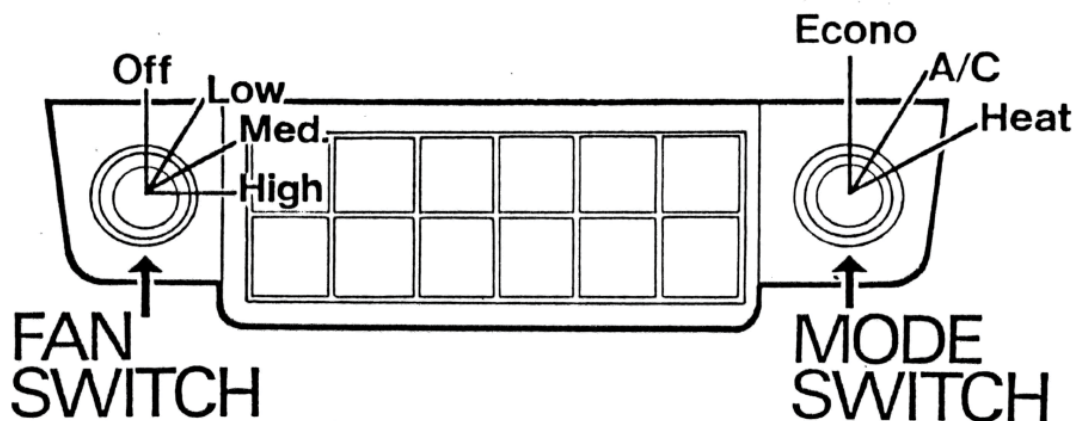

FIGURE 4
- THE SWITCH ON THE LEFT IS THE FAN SWITCH. IT CONTROLS THE 3-SPEED FAN MOTOR (SEE FIGURE 4, BELOW).